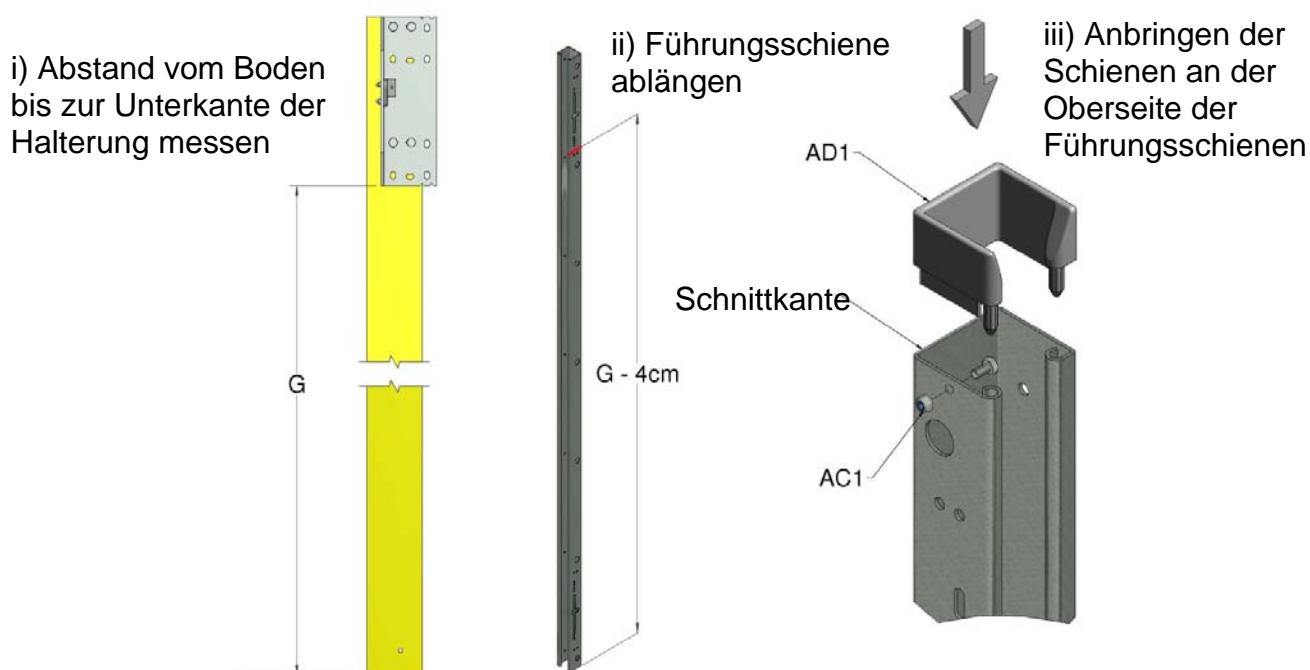

Abbildung 10: Ablängen der Führungsschienen
9. Schneiden Sie die beiden Führungsschienen (I1) gemäß dem Abstand zwischen der Unterkante der oberen Halterungen und dem Boden. Lassen Sie dabei 4 cm Platz für die Schiene (AD1). Achten Sie darauf, dass das nicht zugeschnittene Ende mit dem Schlitz und den Löchern unten liegt, damit es die Sperrklinken aufnehmen kann. Bringen Sie das Schienenpaar an der Oberseite der Führungsschienen (geschnittenes Ende) an und befestigen Sie es mit der M6x12 Schraube und Mutter (AC1) an der Vorderseite (siehe Abbildung 10).